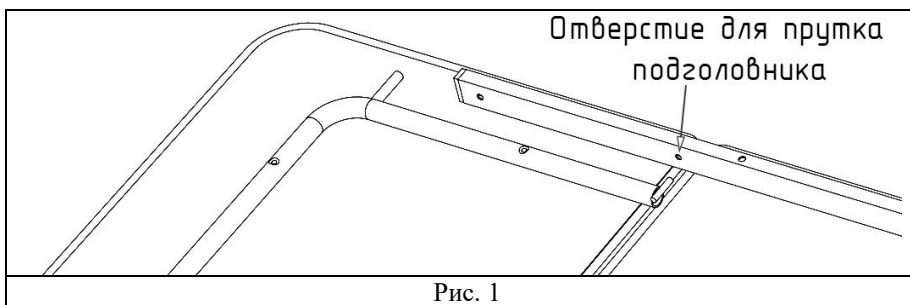

Рис. 1
2. Прикрепить один из профилей (6) к лежаку (1). Для этого сориентировать профиль относительно лежака по схеме на рис. 1, 2. Так как профили (6) симметричные, необходимо обратить внимание на расположение несквозных отверстий для прутков подголовников – они должны быть обращены вовнутрь лежака.
3. В несквозные отверстия прикрепленного профиля вставить прутки рам подголовников (3) рис. 1, 2. Приваренные к рамам болты будут направлены в разные стороны.
4. Таким же образом соединить второй профиль (6) с рамами подголовников (3), надев его несквозными отверстиями на прутки, после чего прикрепить профиль к лежаку при помощи винтов М6х50 (8).
5. Прикрепить рамы подголовников (3) к подголовникам (2) винтами 5х35 (13), закрутив их в установленные в подголовниках забивные гайки.
6. Опоры (4) расположить так, чтобы болты на опорах и рамах подголовников были направлены в одну сторону. Прикрепить опоры к профилям (6) винтами М6х30 (9).
7. Прикрепить стяжки (5): использовать винты М6х30 (9) для крепления с забивными гайками лежака (1) и винты М6х25 (10) для крепления к перекладинам опор (4).
8. Кронштейны телескопические (7) располагаются лицевой стороной наружу, выдвигной частью к подголовнику. Прикрепить кронштейны к приваренным болтам рам подголовников (3) и опор (4) с помощью гаек М8 (12), подложив шайбы М8 (11).